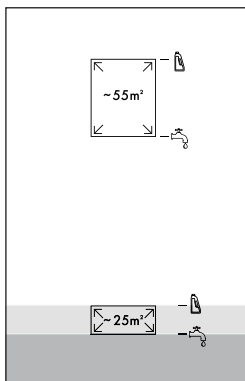

Rys. 6
- ♦ Chwyc zbiornik czystej wody **11** za boczne wnęki do chwytania i wyciągnij go do góry z urządzenia (patrz rys. 6).